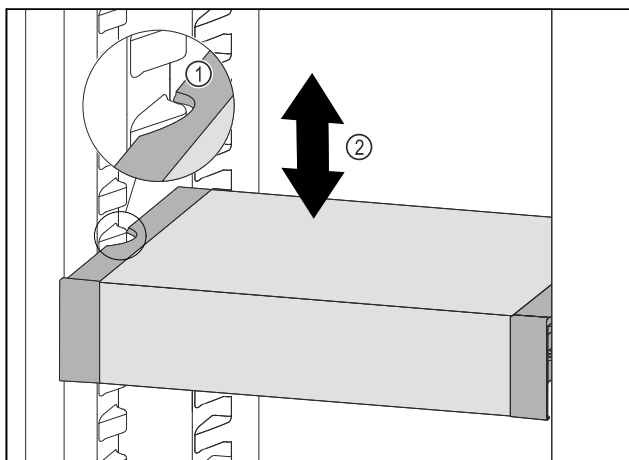

Fig. 49
- Тяните VarioSafe вперед, пока боковые выемки VarioSafe не окажутся на высоте выступа резервуара в холодильном отделении. Fig. 49 (1)
- Двигайте VarioSafe в холодильном отделении вверх или вниз, пока не будет достигнута требуемая высота. Fig. 49 (2)